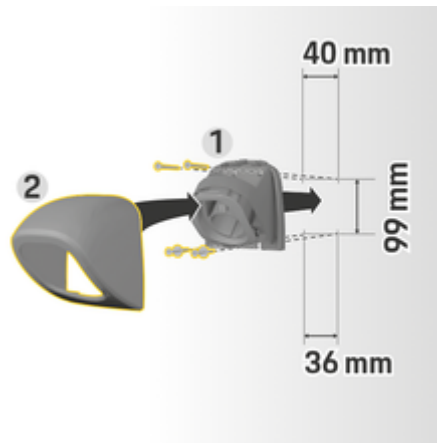

Fig. 82: Medidas de taladrado
1. Retire el soporte de enchufe **1** (Fig. 82) de la cubierta **2** (Fig. 82).
4. Atornille el soporte de enchufe **1** (Fig. 82) a la pared.
5. Coloque la cubierta **2** (Fig. 82) desde abajo sobre el soporte de enchufe **1** (Fig. 82) y presionar hacia arriba.